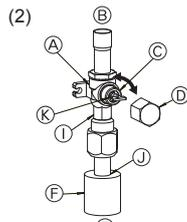

Fig. 4-7
- Βαλβίδα διακοπής αερίου (Fig. 4-7)